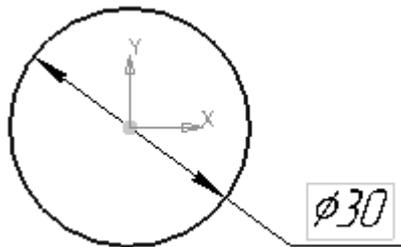

Рис. 6.6. Эскиз основания модели
3. Постройте эскиз, изображённый на рис. 6.6.